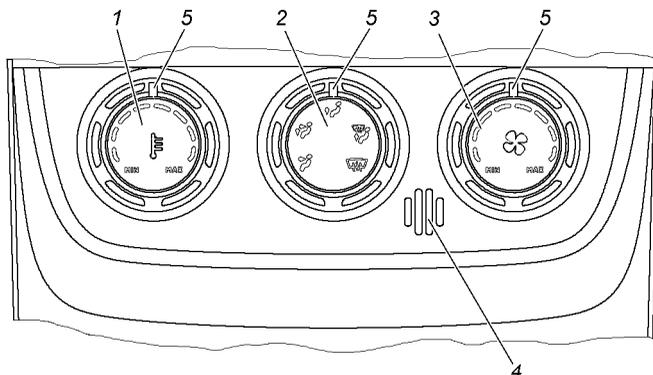

Рис. 3.12. Пульт управления отопителем:
Пульт (рис. 3.12) предназначен для поддержания заданной водителем по личным ощущениям температуры воздуха в салоне и выполняет следующие функции:
Рукоятка 1 (рис. 3.12) управляет моторедуктором (МР) заслонки подмешивания, в результате чего регулируется температура воздуха на выходе КУ (режим «Ручной») / задает температуру воздуха в салоне (режим «АУТО»). Текущее положение переключателя отображается посредством маркера 5 на подвижной части рукоятки.
Рукоятка 2 (рис. 3.12) управляет распределением потоков воздуха (управляет моторедуктором передней и задней заслонок отопителя). Текущее положение переключателя отображается посредством маркера 5 на подвижной части рукоятки.
Приточная вентиляция салона осуществляется по тем же каналам, при крайнем положении против часовой стрелки рукоятки 1(рис. 3.12). Вытяжная вентиляция осуществляется за счет отверстий в задней обивке крыши и внутренней панели проема двери задка, через решетку с клапанами и через опускаемые стекла дверей.
### Режимы работы пульта (рис. 3.12)
В этом режиме пульт переводит заслонку воздухораспределения в положение «На стекло», заслонку подмешивания в положение, соответствующее 8-мой позиции переключателя 1 (рис. 3.12). Вращение вентилятора КУ при этом происходит со скоростью, соответствующей 8-мой позиции переключателя 3. В данном режиме работы пульт не реагирует на изменения положений поворотных переключателей.
В этом режиме пульт осуществляет управление заслонкой подмешивания так, что выставленная поворотным переключателем 1 (рис. 3.12) температура поддерживается автоматически при заданной вручную (поворотным переключателем 3) скорости вращения вентилятора КУ и ручным управлением (поворотным переключателем 2) распределением потоков воздуха.
**ВНИМАНИЕ!** *При длительной работе кондиционера на холостом ходу двигателя и при движении в тяжелых условиях с нагрузкой на двигатель близкой к максимальной, с целью исключения перегрева двигателя, возможны частые отключения компрессора кондиционера со снижением эффективности охлаждения салона. Для повышения эффективности работы кондиционера при данных условиях эксплуатации, рекомендуется увеличить скорость вращения вентилятора климатической установки поворотом переключателя 3 (рис. 3.12) и установить минимальную температуру воздуха поворотом переключателя 1.*